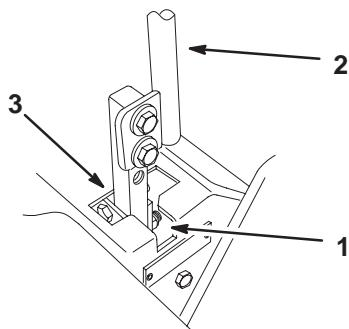

Figure 55
5. Vérifiez la position du levier par rapport au cran de la console (Fig. 55). Il doit être centré de façon à pouvoir pivoter vers l'extérieur jusqu'à la position de verrouillage du point mort.
7. Appliquez une légère pression à l'arrière du levier, tournez la tête du boulon de réglage dans le sens voulu pour centrer le levier à la position de verrouillage du point mort (Fig. 55).